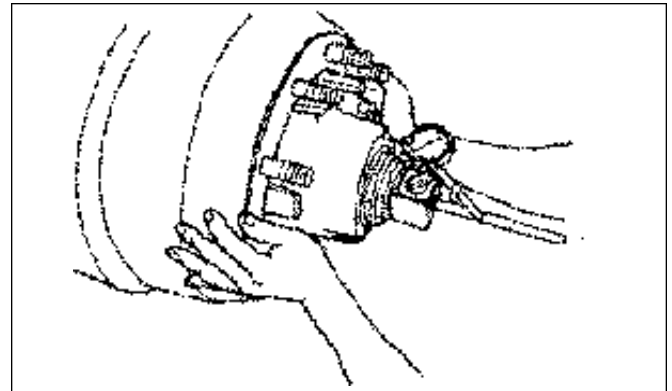

Figura 23. Medición del juego interior
- b. Gire ligeramente la masa en ambas direcciones al mismo tiempo que se empuja hacia adentro hasta que la lectura no cambie. Coloque en cero el indicador (Figura 23).